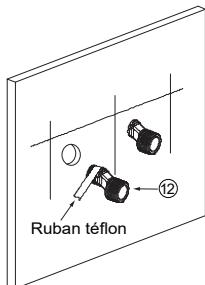

Figure 2
- c) Enroulez le ruban téflon dans le sens inverse des aiguilles d'une montre sur le filetage de l'extrémité G1/2, raccordez-les aux sorties d'eau chaude et froide à l'aide d'une clé. Laissez une profondeur suffisante dans le mur et ajustez la distance entre les 2 connecteurs en fonction de la largeur de l'entrée de la barre de douche thermostatique (Figure 2).